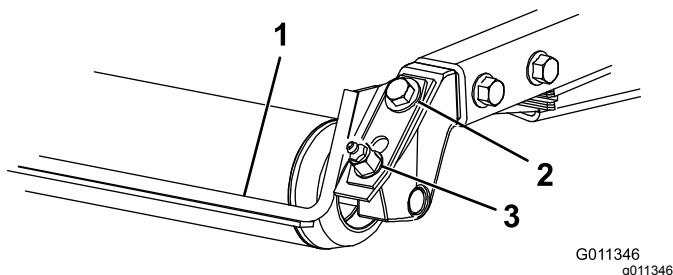

Figura 7
1. Allentate il raccordo d'ingrassaggio e la vite di montaggio (Figura 7).